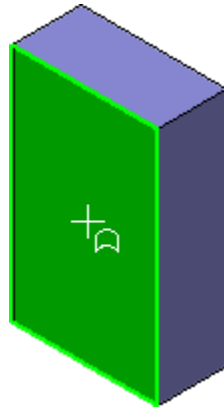

Рисунок 16.
- Укажите переднюю грань основания и нажмите кнопку Эскиз на панели Текущее состояние (рис.16).